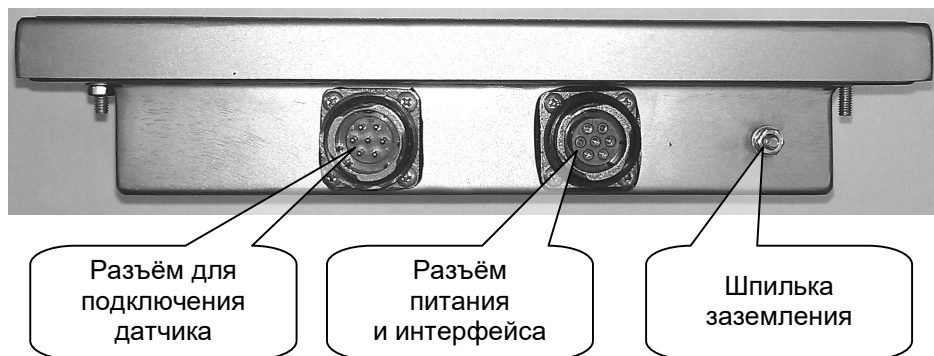
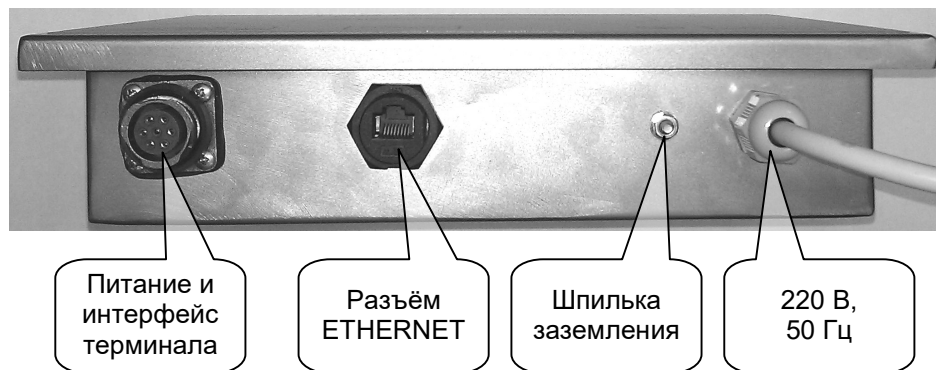

Рис. 7.2. Внешний вид ВТ Преобразователя со стороны панели разъёмов.
Рис. 7.4. Внешний вид БПА Преобразователя со стороны панели разъёмов и гермовводов.
На Рис. 7.2 изображён внешний вид ВТ Преобразователя со стороны панели разъёмов.
На Рис. 7.4 изображён внешний вид БПА Преобразователя со стороны панели разъёмов и гермовводов.
8.5. Подключить кабель от грузоприёмного устройства весоизмерительной системы к разъёму для подключения датчика весоизмерительного ТВИ-025ВТ (см. Рис. 7.2 на стр. 15).
8.6. Если предполагается связь Преобразователя с локальной сетью, подключите кабель ETHERNET к соответствующему разъёму ТВИ-025БПА (см. Рис. 7.4 на стр. 17).
8.7. Подключите ТВИ-025ВТ и ТВИ-025БПА к цепям заземления через соответствующие шпильки (см. Рис. 7.2, стр. 15 и Рис. 7.4, стр. 17).
8.8. Подключите грузоприёмное устройство весоизмерительной системы к цепи заземления и соедините его с заземляющей шпилькой ТВИ-025ВТ (см. Рис. 7.2, стр. 15).